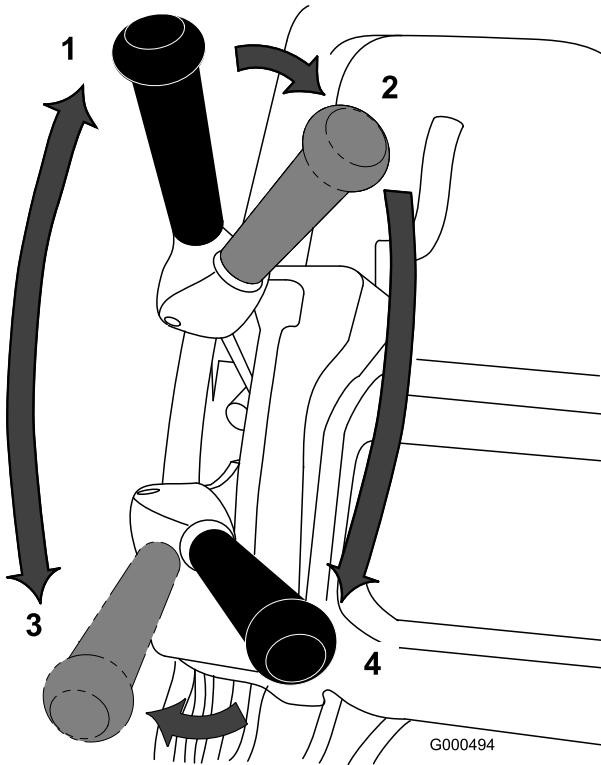

図 26
1. エンジンを始動、スロットルを下げ、ハンドルを押し下げてカッティングユニットを上げ、オペレータコントロールを握り、走行レバーを「入」にセットして、グリーンのカラー縁に入る図26。
2. 走行レバーを解除し、リールレバーを回転側に倒す図26。
3. 走行レバーを走行に入れ、スロットルで希望の走行速度に調整しグリーン入ってリールを下ろし、刈り込み作業を始める図 26。